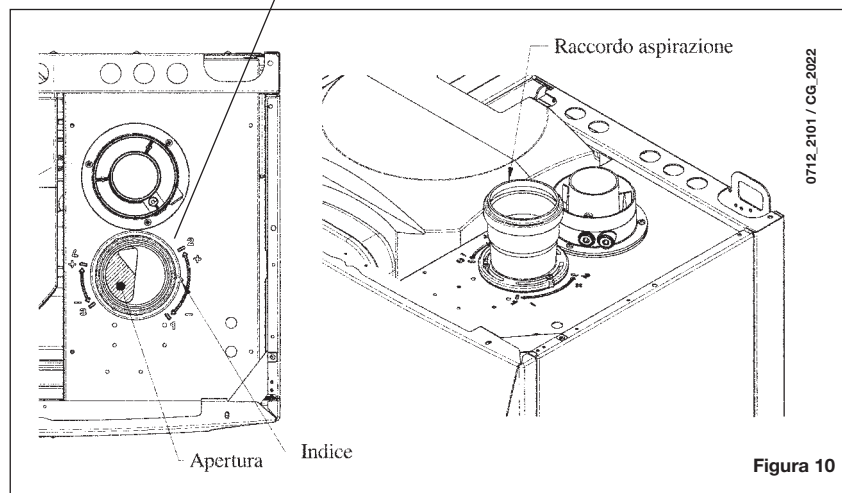

Figura 10
- accedere alla morsettiera di alimentazione (figura 10);
- collegare i terminali del termostato ambiente sui morsetti (1) e (2);